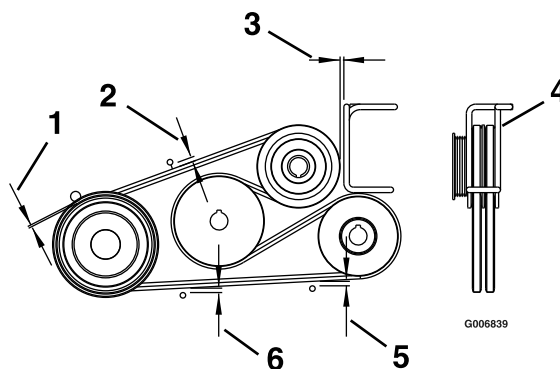

Figure 60
4. Réglez les guides de courroie comme montré à la Figure 60.